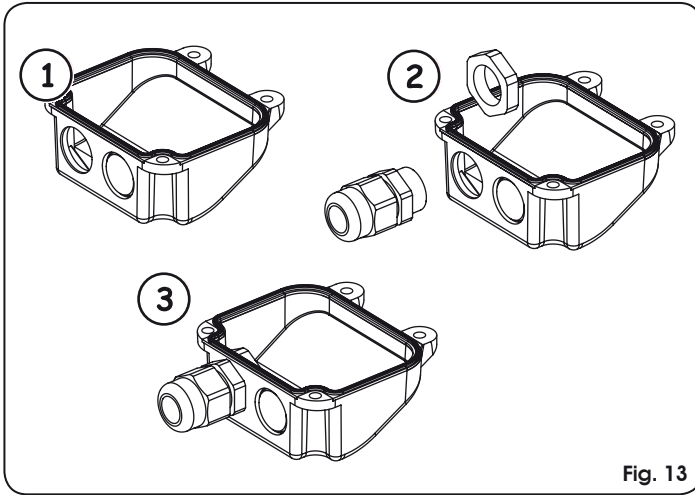

Fig. 13
1. Eine der beiden vorperforierten Öffnungen auf dem mitgelieferten Deckel durchbrechen, Abb. 13. Bei Antrieben mit Endschalter müssen beide Öffnungen durchbrochen werden.